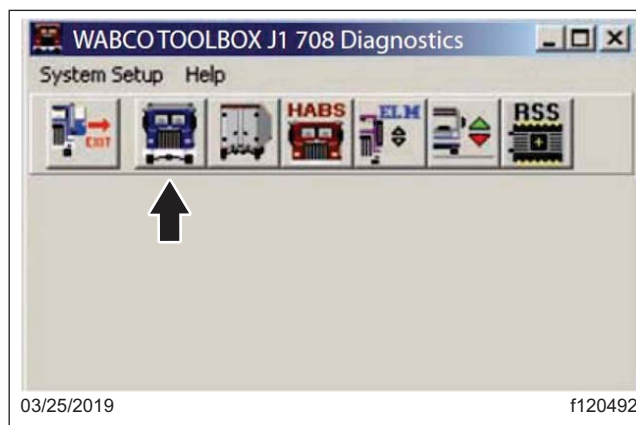

Fig. 2, BOÎTE À OUTILS WABCO
2. Lancez le logiciel de diagnostic Meritor WABCO TOOLBOX®, puis sélectionnez le camion bleu. Reportez-vous à la figure . 2